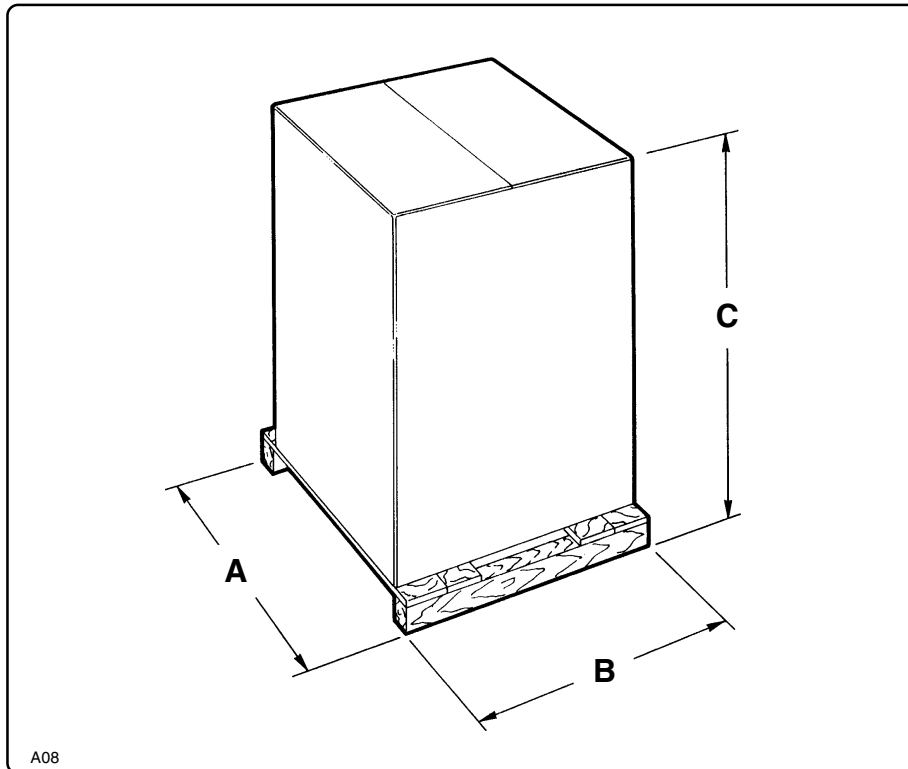

Fig. 4.2.1
In altri casi viene fissato ad un bancale e ricoperto da un cartone. Vedi fig. 4.2.1.
*In other cases, it is fixed to a pallet and covered with cardboard. See fig. 4.2.1.*
Dans d'autres cas il est fixé à une palette et recouvert d'un carton. Voir fig. 4.2.1.